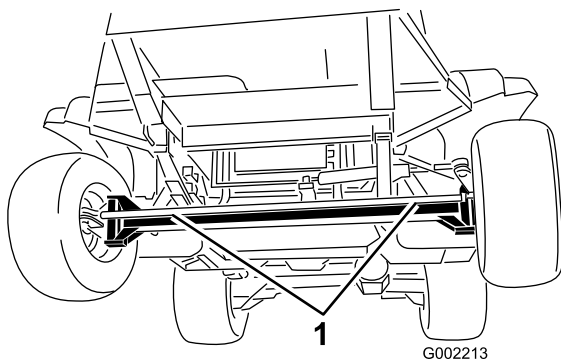
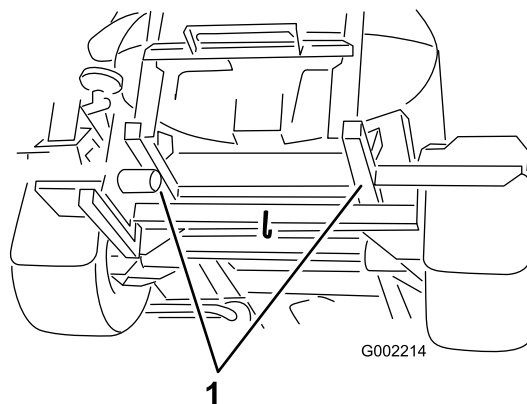

Figura 54
Figura 55
2. Applicate un cavo di traino al telaio; fate riferimento ai punti di traino anteriori e posteriori (Figura 54 e Figura 55).